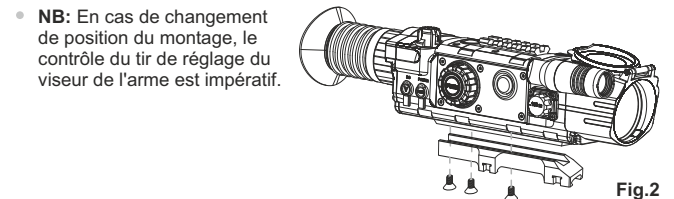

Fig.2
- Fixer le montage à la base du viseur en utilisant la clé écrou-hexagonal et vis (Fig.2)